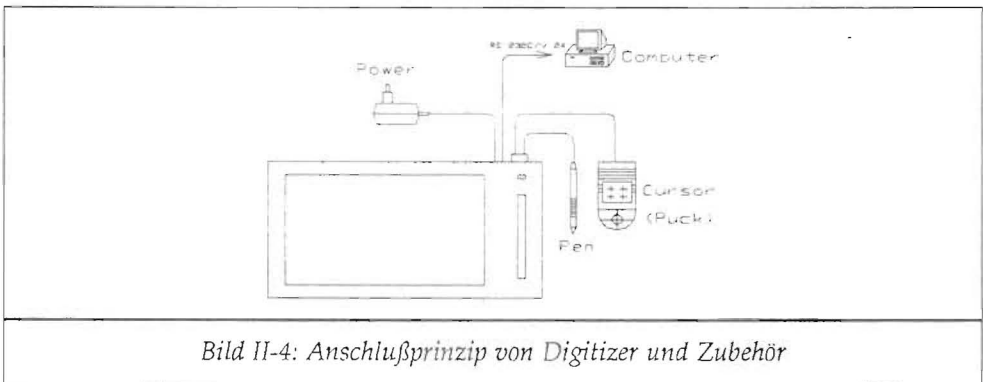

Bild II-4: Anschlußprinzip von Digitizer und Zubehör
- Schließen Sie nun alle Elemente ans Digitalisiertablett an und verbinden Sie es mit Ihrem Computer (siehe Abbildung II-4).